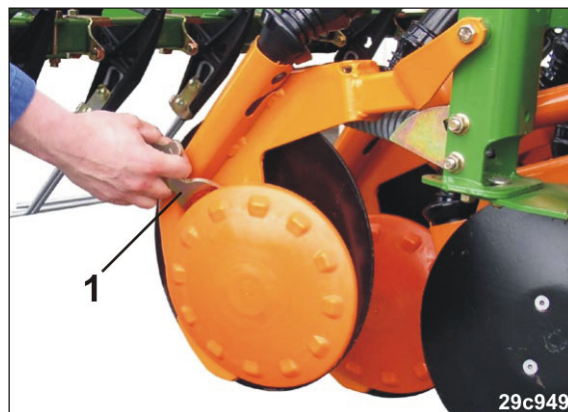

Fig. 93
1. Enclavar la empuñadura (Fig. 93/1) en una de las 3 posiciones.